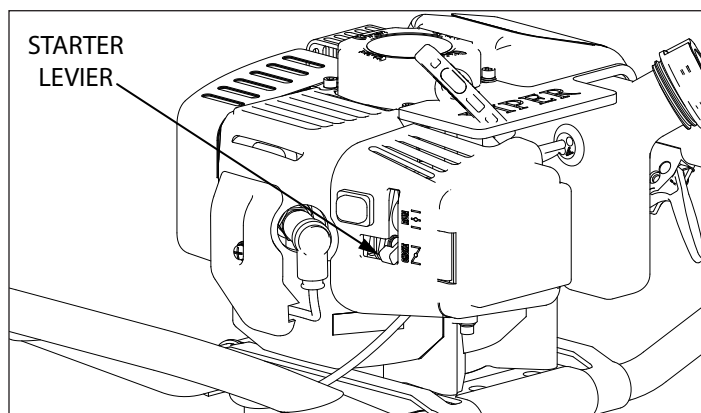

Figure 3
1. Avant de déposer le couvercle de filtre à air, engager le levier de départ. **VOIR FIGURE 3.**